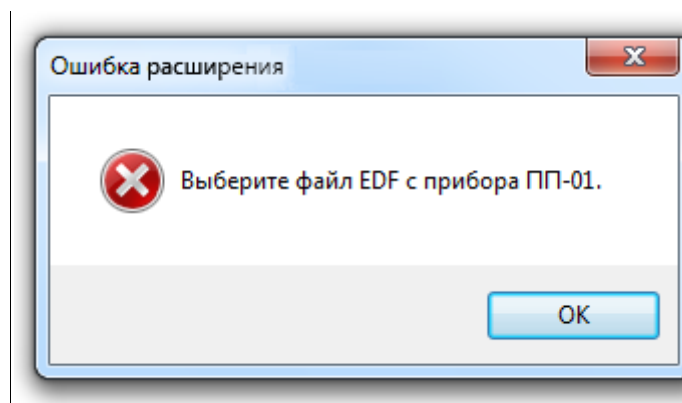

Рисунок 3.11 – Ошибка расширения
3.5.5.3 Программа предназначена для чтения и корректировки файлов только с расширением ".edf". При попытке открытия файла, с иным расширением отобразится ошибка (рисунок 3.11).